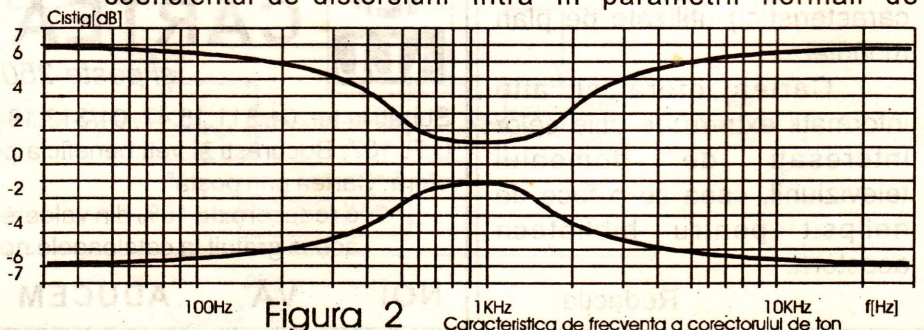

Figura 2
- aceleași elemente de circuit sunt utilizate pentru atenuarea sau amplificarea capetelor benzii audio, ceea ce permite obținerea unei simetrii absolute a celor două curbe (figura 2). Se observă că atenuarea sau accentuarea frecvențelor înalte și joase se face în limita a ±6dB, în jurul frecvenței de 1kHz. Pentru unii audiofili, această valoare poate părea mică, dar să nu uităm că îmbunătățirea calității suporturilor de semnal (banda magnetică, CD etc.) necesită corecții